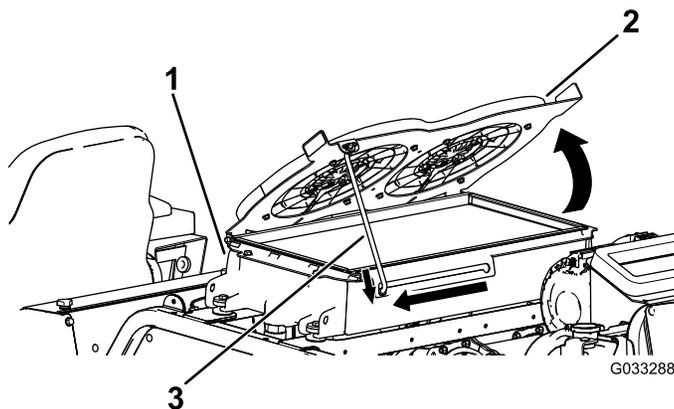

図 116
2. 油圧オイルクーラを上へ倒して支え棒で支える (図 116)。